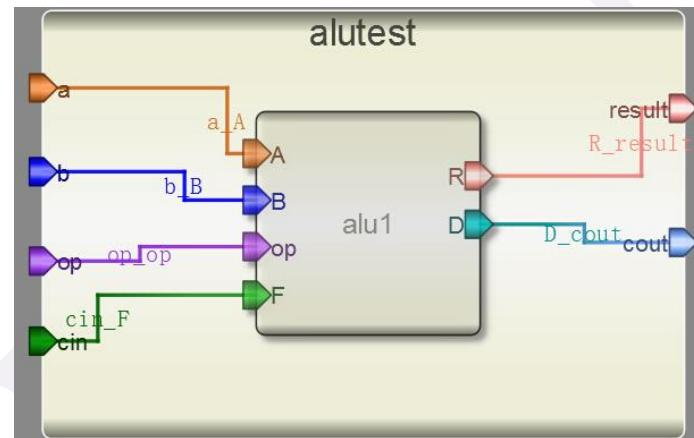

图 2-4-6 添加模型
(2) 另存为测试文件。将测试文件保存到 alu 模型所在的文件夹下。
(3) 加入模型。在 Toolbox 工具箱的 Current 栏里，会出现一个 alu 模型，单击该模型并在 alutest 上添加，并连接引脚，如图 2-4-6 所示。